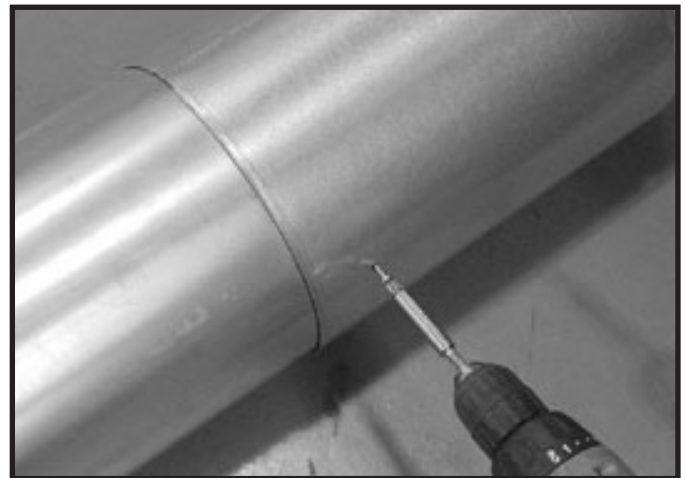

Figure 7.7 Vis sur la section coulissante
- Fixez les tuyaux et les sections coulissantes avec deux vis d'au plus 13 mm (1/2 po) en utilisant les trous de guidage de la section coulissante. Voir la figure 7.7.